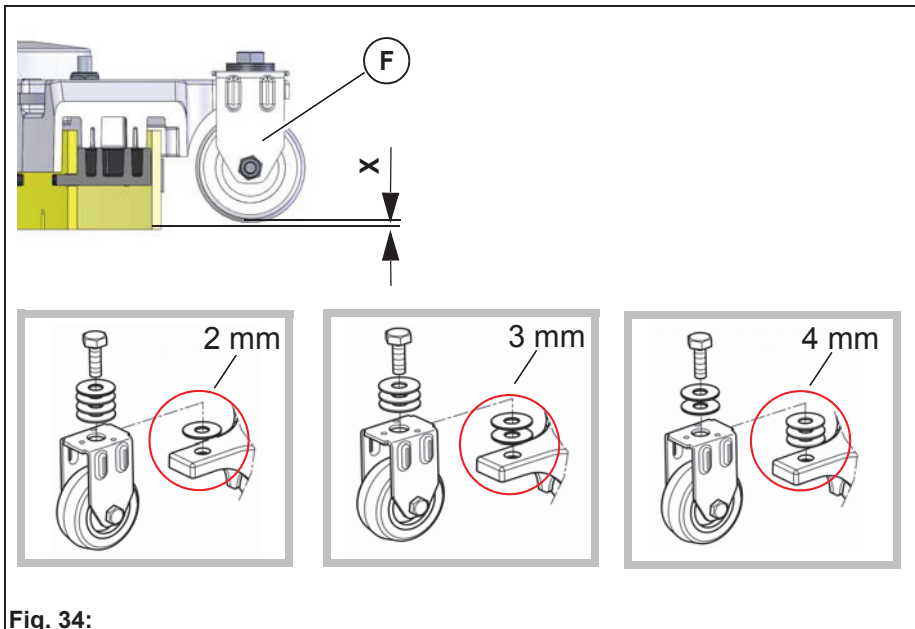

Fig. 34:
Le réglage en hauteur (X) des galets d'appui **Fig. 34-F** est réglé en usine sur 3 mm. Si, malgré un réglage optimal de l'inclinaison, des traces apparaissent, alors il faut régler l'écart entre les galets d'appui et le bord inférieur de la bande d'étanchéité en modifiant le nombre de rondelles sous le support des galets d'appui.